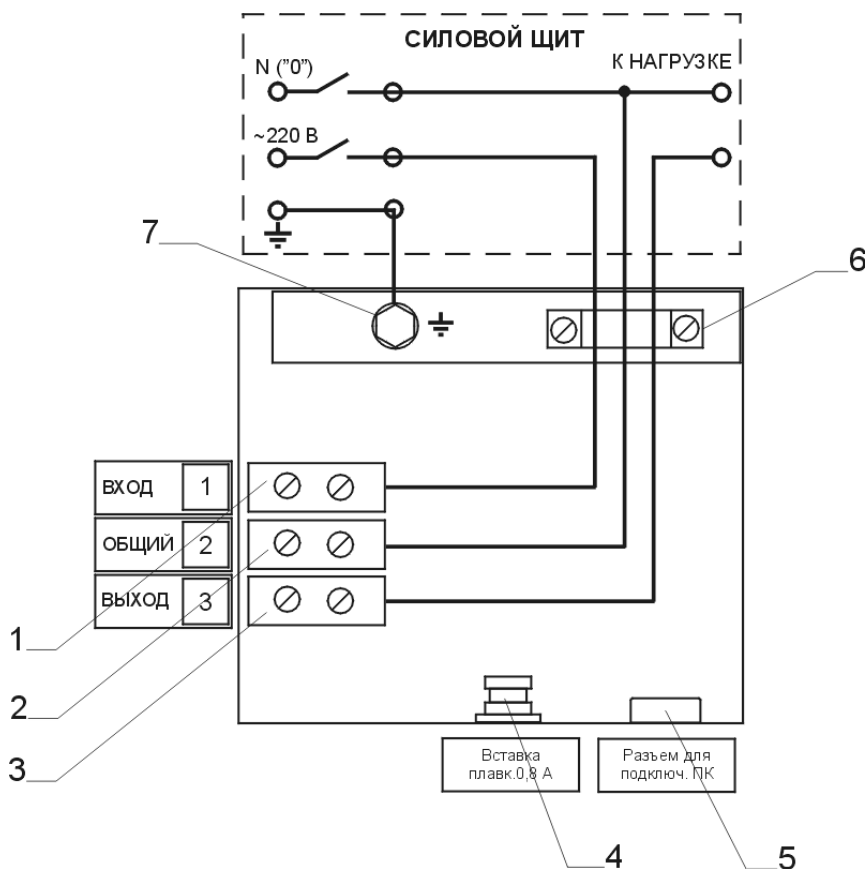

Рис.3. Схема подключения стабилизатора.
XS1 – блок клемм (см.рис.3), QF1 – автоматический выключатель «Сеть», TA1 – датчик тока блока силового, T1 – силовой трансформатор, SR1 – реле «Защита нагрузки», TA2 – датчик тока нагрузки, SR2 – реле защиты блока силового, XS2 – разъем для подключения ПК,
6.4 Подключение стабилизатора производить в следующем порядке, в соответствии со схемой (рис.3).